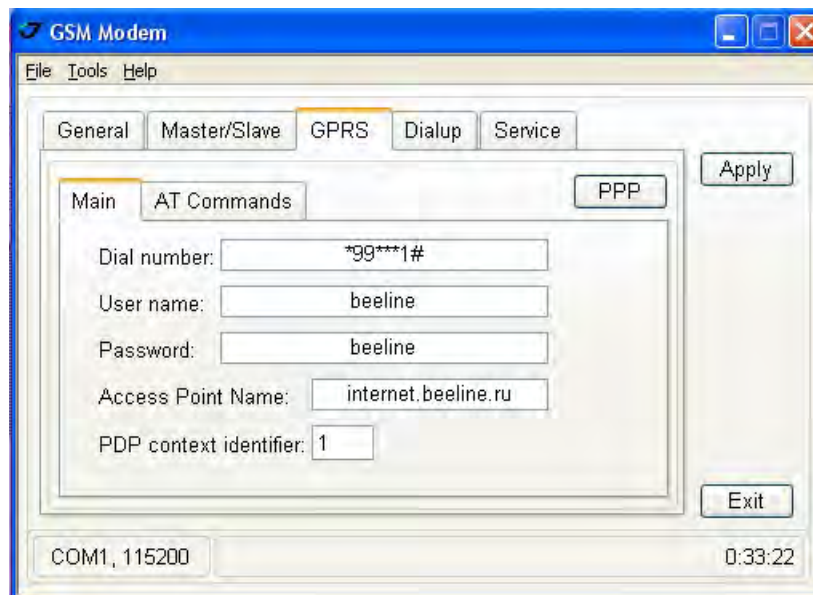

Рисунок 20. GPRS tab
2. В закладке *GPRS* необходимо ввести номер, имя пользователя и пароль, имя точки доступа и PDP контекстный идентификатор, чтобы установить GPRS соединение (Рис. 20 на стр. 32).